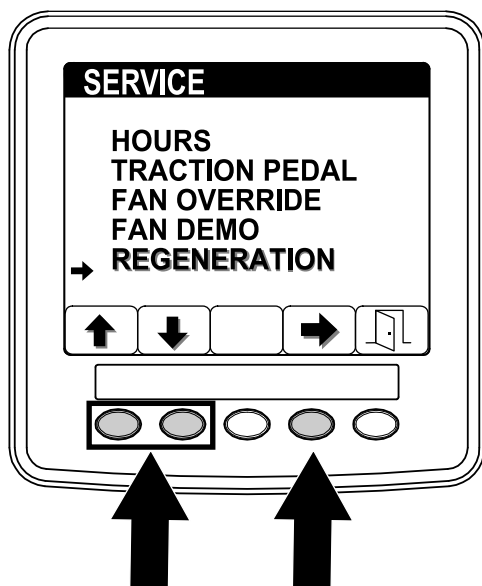

Bild 50
2. Drücken Sie auf dem Menü SERVICE die Taste 1 oder Taste 2, um zur Option REGENERATION zu navigieren; drücken Sie die Taste 4, um das Element REGENERATION auszuwählen (Bild 50).